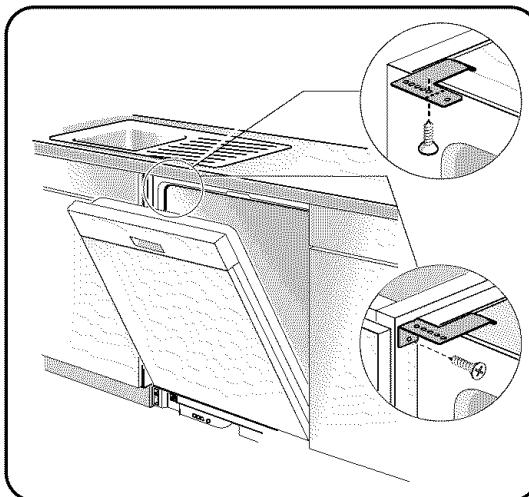

Figure 11/Illus. 11
1) Top Mount is used for countertops made of wood or other materials that can easily be drilled. Orient the mounting brackets as shown in Figure 11, letter A, and position the two small tabs on the mounting brackets over the two slots on the dishwasher's front corners. Push the mounting brackets down firmly to insert the tabs into the slots.
2) Side Mount is used for countertops made of marble, granite, or other very hard materials that cannot be easily drilled. Bend the mounting brackets along the small holes and in the same direction as the two small tabs. Orient the mounting brackets as shown in Figure 11, letter B, and position the two small tabs on the mounting brackets over the two slots on the dishwasher's front corners. Push the mounting brackets down firmly to insert the tabs into the slots.
1) **Sur le dessus** est utilisé pour les comptoirs fabriqués en bois ou autres matériaux pouvant être facilement percés. Orienter la fixation comme à la figure 11, lettre A, et positionner les 2 petites languettes sur la fixation sur les deux fentes des coins avant du lave-vaisselle. Pousser fermement sur la fixation pour insérer les languettes dans les fentes.
2) **Sur le côté** est utilisé pour les comptoirs en marbre, granite ou autre matériaux très durs ne pouvant être percés. Plier la fixation le long des petits points et dans la même direction que les deux petites languettes. Orienter les fixations comme à la figure 11, lettre B, et 2 petites languettes sur la fixation sur les deux fentes des coins avant du lave-vaisselle. Pousser fermement sur la fixation pour insérer les languettes dans les fentes.
1) **El Montaje Superior** se utiliza cuando el contador tiene una superficie de madera u otro material fácil de perforar. Acomode los soportes de montaje tal como indica la letra A en la Ilustración 11 y sitúe la dos lengüetas pequeñas de modo que cubran las dos ranuras en los rincones delanteros de la lavadora. Oprima firmemente hacia abajo los soportes de montaje hasta introducir las lengüetas en sus ranuras.
2) **El Montaje Lateral** se utiliza para las superficies de contador hechas de mármol, granito u otro material muy duro que no se perfora fácilmente. Doble los soportes de montaje en línea con los hoyos pequeños y en la misma dirección como las dos lengüetas pequeñas. Acomode los soportes de montaje tal como indica la letra B en la Ilustración 11 y sitúe las dos lengüetas pequeñas encima de los soportes de montaje sobre las dos ranuras en los rincones delanteros de la lavadora. Oprima firmemente hacia abajo los soportes de montaje para poder introducir las lengüetas en las ranuras.